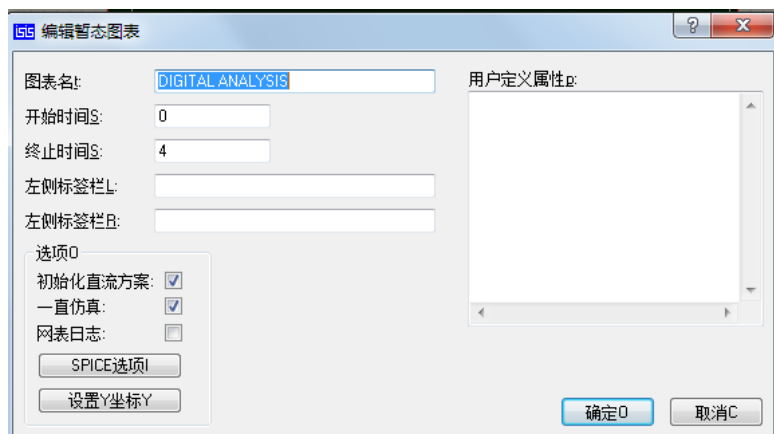

图 4 图表设置框
(11) 设置仿真图表。运行时间由 X 轴的范围确定。先右击选中图标然后单击图标出现编辑图标对话框，设置相应的开始时间和停止时间即可，如图 4 所示。本实验中，激励源的最大周期为 4s，因此，设置起始时间为 0s，结束时间为 4s。图表的颜色参数可以通过菜单栏中下 Template 中的 Set Graph & Trace Colors 进行设置。